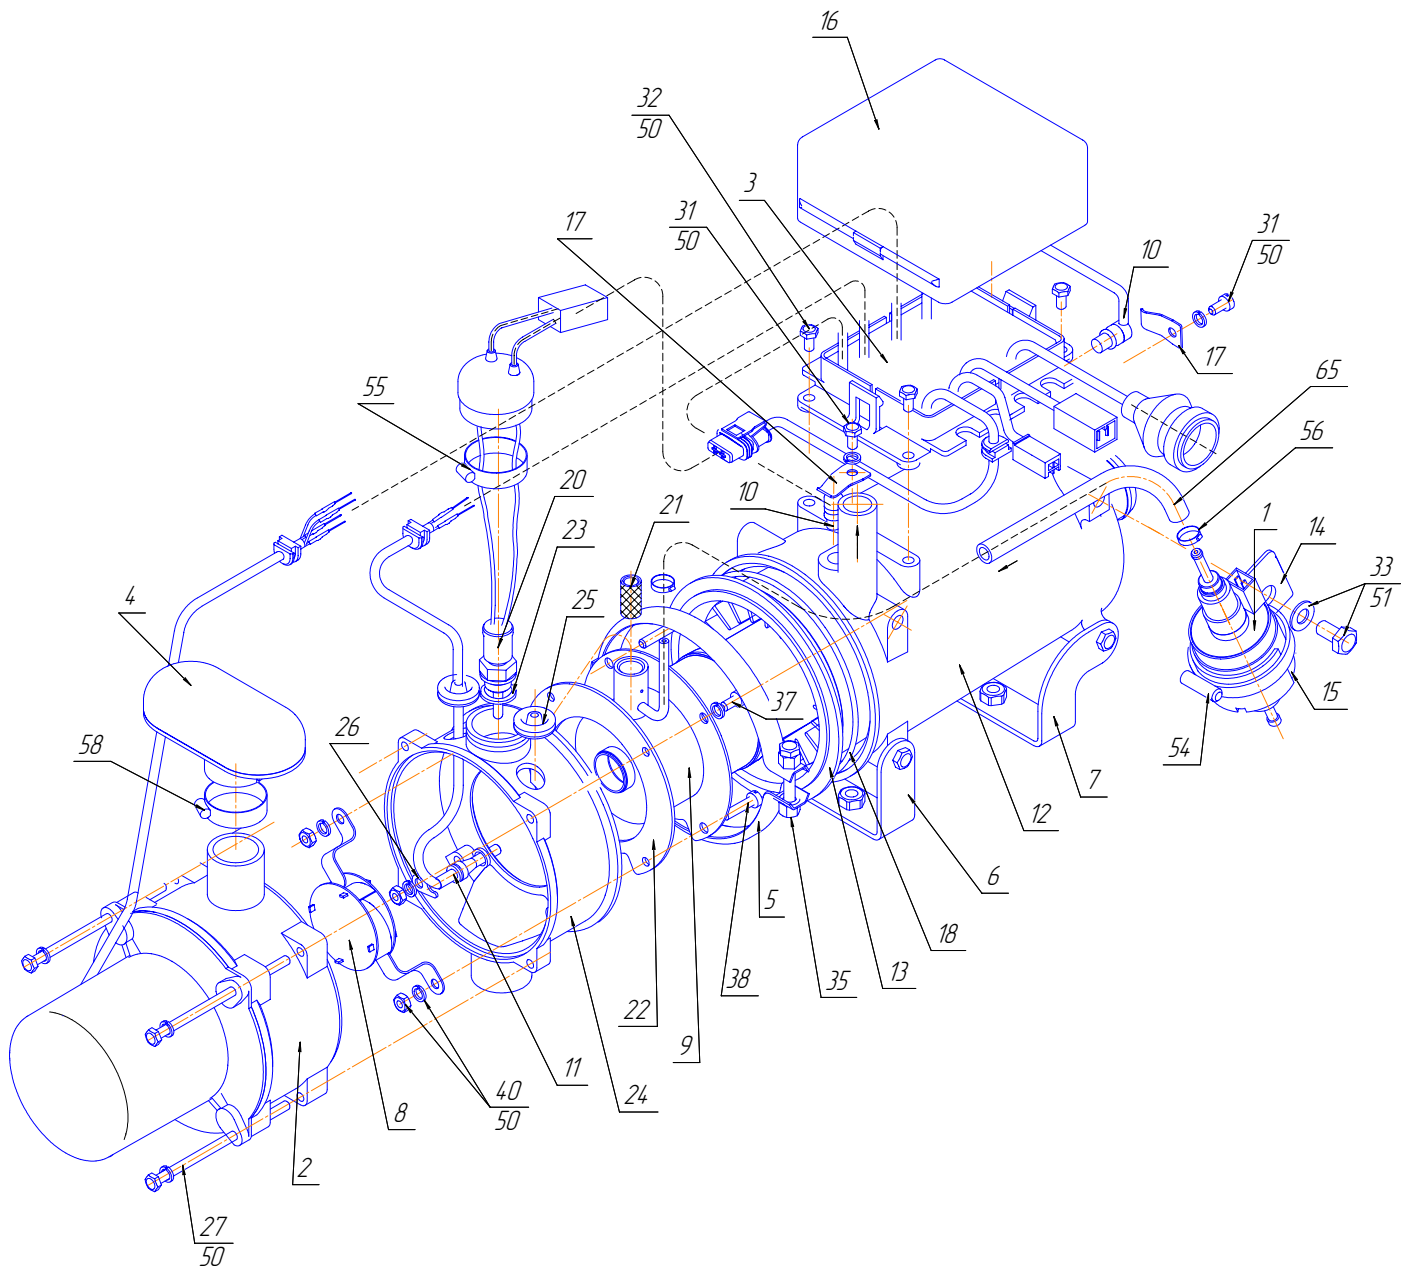

Рис.3- Схеме деления нагревателя 11ТС (сб.1535) и 14ТС-10 (сб1350)
- 3 Состав **нагревателя** с блоком управления, который расположен в пластмассовом корпусе согласно схеме деления изделия на составные части - рис.3 и перечню деталей и сборок – таблица 3.